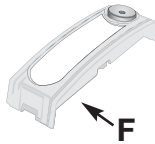

Abb. 4
- Die Anschlüsse für die Anlage an der abnehmbaren Klemmleiste (L) herstellen.
- Die Blindabdeckung (E) in Abb. 4 auf der Rückseite der Frontplatte mit einem Schraubendreher von unten nach oben abnehmen (zuerst das Endstück, dann die 1. Taste und schließlich die Blindabdeckung).
- Die (mitgelieferte) Taste (F) durch Einrasten an der Frontplatte befestigen.
- Den Lichtdiffusor (H) einsetzen, um die Namensschilder gleichmäßig zu beleuchten.
- Die Anschlüsse für die Anlage an der abnehmbaren Klemmenleiste (L) herstellen.